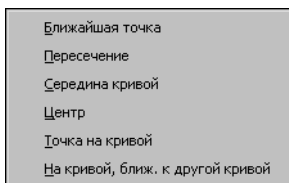

Рис. 8.14. Меню Геометрического калькулятора при задании точки
2. Вызовите контекстное меню в поле координат центра эллипса. Это меню содержит команды геометрического калькулятора для задания положения точки (рис. 8.14).